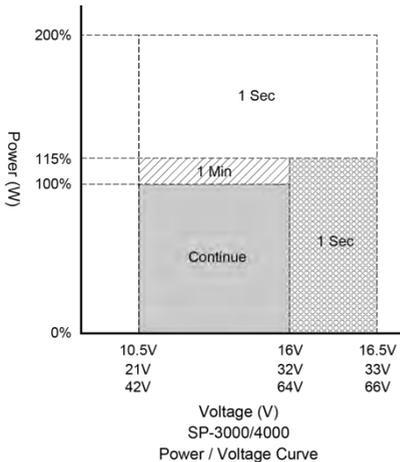
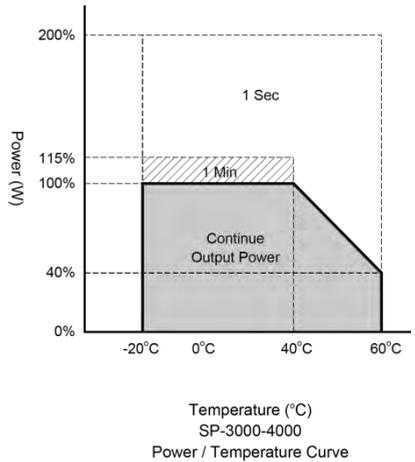

Abbildung 3. SP-3000/4000
Abbildung 4. SP-3000/4000
①Spannungsbereich: Siehe Abbildung 3
②Normale Belastung : $V_{in}=12.5V/25V/50V$, $V_o=200/220/230/240$ VAC 80% load (PF=1.0)
③Betriebstemperatur: Siehe Abbildung 4
④ **Warnung** : Dies ist ein Produkt der Klasse A. In einer häuslichen Umgebung kann dieses Produkt Funkstörungen verursachen. In diesem Fall muss der Benutzer möglicherweise angemessene Maßnahmen ergreifen.
- ① Spannungsbereich: Siehe Abbildung 3
- ② Normalbelastung : $V_{in} = 12.5V/25V/50V$, $V_o = 100/110/115/120$ VAC 80% load (PF=1.0)
- ③ Betriebstemperatur: Siehe Abbildung 4
- ④ **Warnung** : Dies ist ein Produkt der Klasse A. In einer häuslichen Umgebung kann dieses Produkt Funkstörungen verursachen. In diesem Fall muss der Benutzer möglicherweise angemessene Maßnahmen ergreifen.
- ② Normale Belastung : Vin =25V/50V, Vo=200/220/230/240 VAC 80% load (PF=1.0)